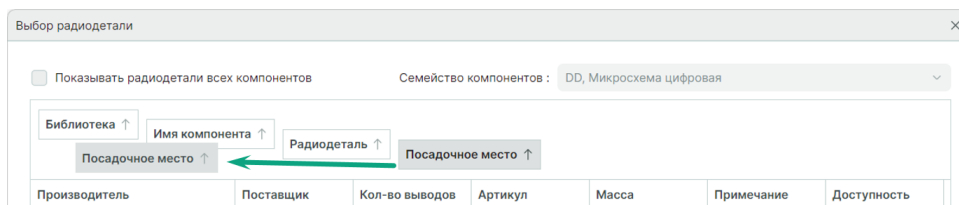

Рис. 104 Изменение порядка группировки
5. Изменение порядка группировки можно произвести перемещением заголовка столбца с помощью механизма «drag-and-drop», см. Рис. 104.